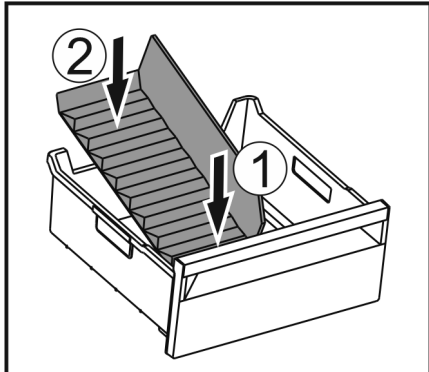

Fig. 100
- ▶ Colocar la parte delantera del separador para congelador. Fig. 100 (1)
- ▶ Bajar la parte posterior del separador para congelador hasta la base del cajón. Fig. 100 (2)